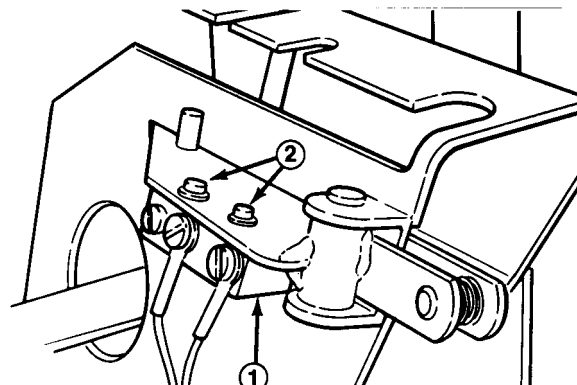

Fig. 14
- Undersøk clutchbryteren (fig. 14) med en kontinuitetsmåler eller et ohmmeter. Skift den hvis den er skadet. Bryteren må være stengt når gearskiftspaken står i gear. Bryteren må åpne seg når du skifter mellom nøytral, første og annet gear.